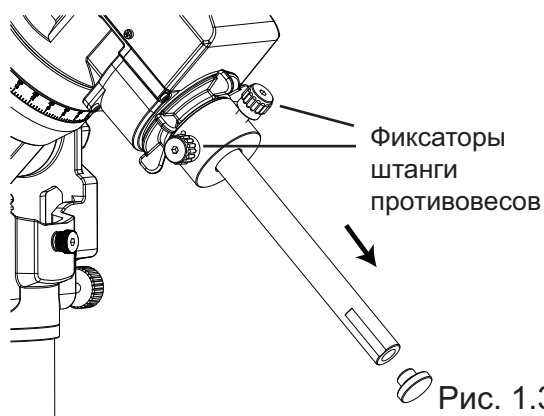

Рис. 1.3a
1. Ослабьте два фиксатора штанги противовесов и аккуратно выдвиньте штангу. Затяните оба фиксатора штанги противовесов (рис. 1.3a).